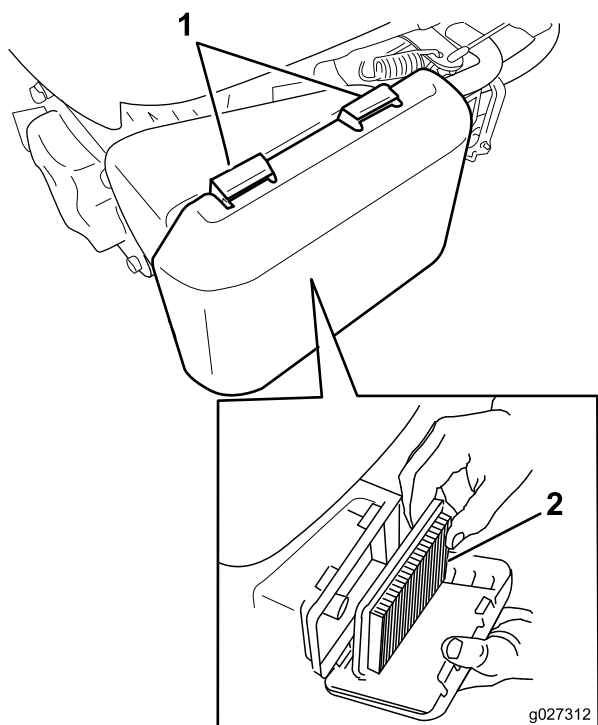

Figura 27
2. Presione hacia abajo los cierres de la parte superior de la tapa del filtro de aire (Figura 27).